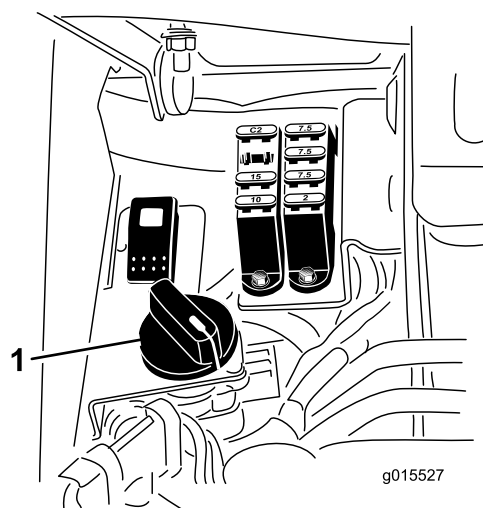

Figura 38
- Para establecer la velocidad de los molinetes, gire el pomo (Figura 38) hasta que las flechas apunten al número que indique el ajuste deseado.